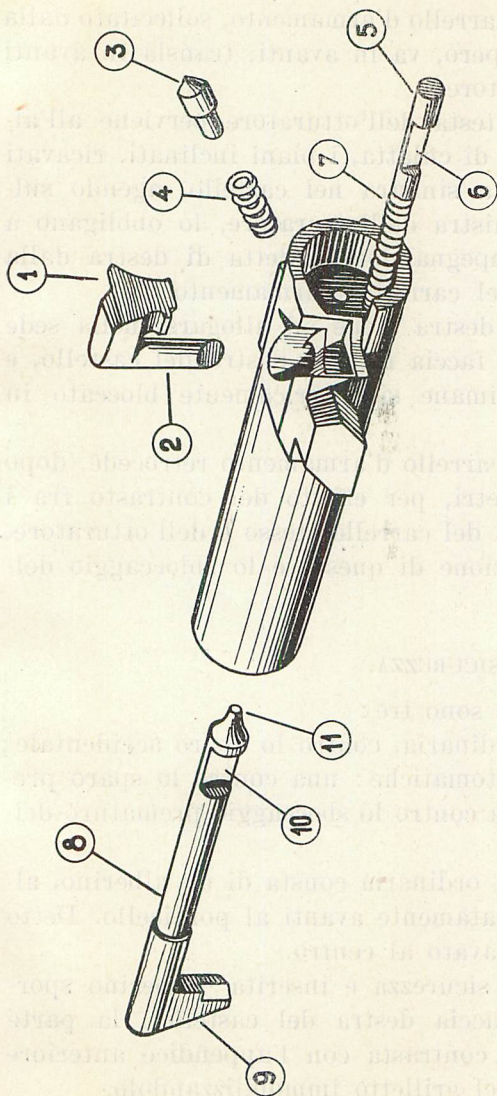

Fig. 10. - Carabina M2 - Otturatore scomposto nelle sue parti.
- dall'otturatore con alette anteriori simmetriche (fig. 10) ;